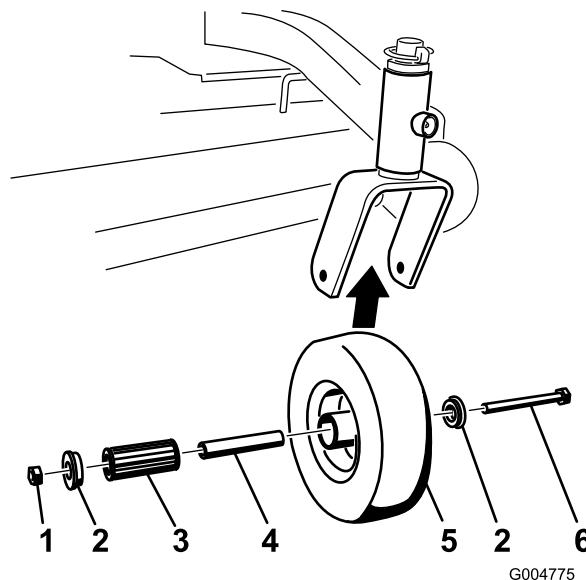

Figura 59
1. Retire la contratuerca y el perno que sujetan la rueda giratoria a la horquilla (Figura 59).
2. Retire un solo casquillo y tire del casquillo intermedio y del cojinete de rodillos para sacarlos del cubo de la rueda (Figura 59).
3. Retire el otro casquillo del cubo de la rueda y limpie la grasa y la suciedad del cubo de la rueda (Figura 59).
4. Inspeccione el cojinete de rodillos, los casquillos, el casquillo intermedio y el interior del cubo de la rueda para comprobar que no están desgastados. Cambie las piezas defectuosas o desgastadas (Figura 59).
5. Para montar el conjunto, coloque un casquillo en el cubo de la rueda. Engrase el cojinete de rodillos y el casquillo intermedio y deslícelos en el cubo de la rueda. Coloque el segundo casquillo en el cubo de la rueda (Figura 59).
6. Instale la rueda giratoria en la horquilla y fíjela con el perno y la contratuerca. Apriete la contratuerca hasta que el casquillo intermedio se apoye contra el interior de las horquillas de las ruedas giratorias (Figura 59).